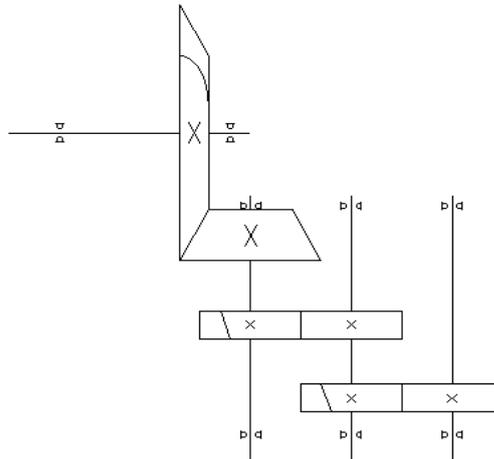

Рисунок 4.22
**Задание 5.** Укажите в качестве опор – радиальные шариковые подшипники  (рисунок 4.22)